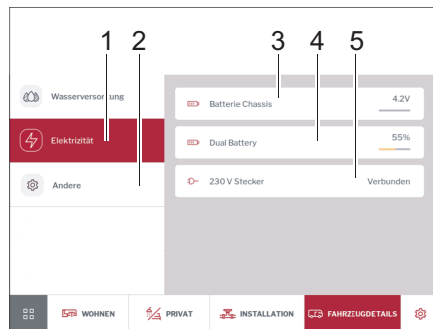

Bild 271 Elektrizität und Innentemperatur
- Auf Schaltfläche *Elektrizität* (Bild 271,1) tippen.
Es werden die Batteriespannung des Fahrzeugs (Bild 271,3), der Ladezustand der Aufbaubatterie in % bzw. die Ladespannung der AGM Batterie in Volt (Bild 271,4) und der Zustand der 230-V-Einspeisung (Bild 271,5) angezeigt.
- Auf Schaltfläche *Andere* (Bild 271,2) tippen.